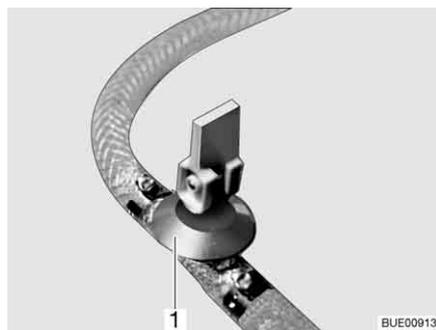
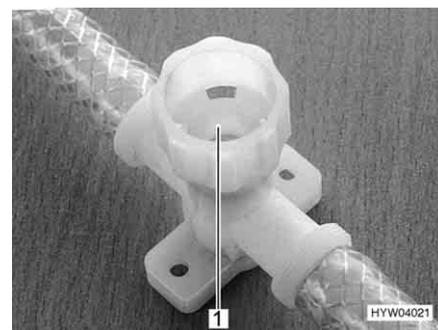

Fig. 235 Rubinetto di scarico (con leva a bilanciere)
Fig. 236 Rubinetto di scarico (con tappo a vite)
- Aprire tutti i rubinetti di scarico. Mettere la leva a bilanciere del rubinetto di scarico (Fig. 235,1) in posizione verticale o chiudere il coperchio del rubinetto di scarico (Fig. 236,1) in senso antiorario.